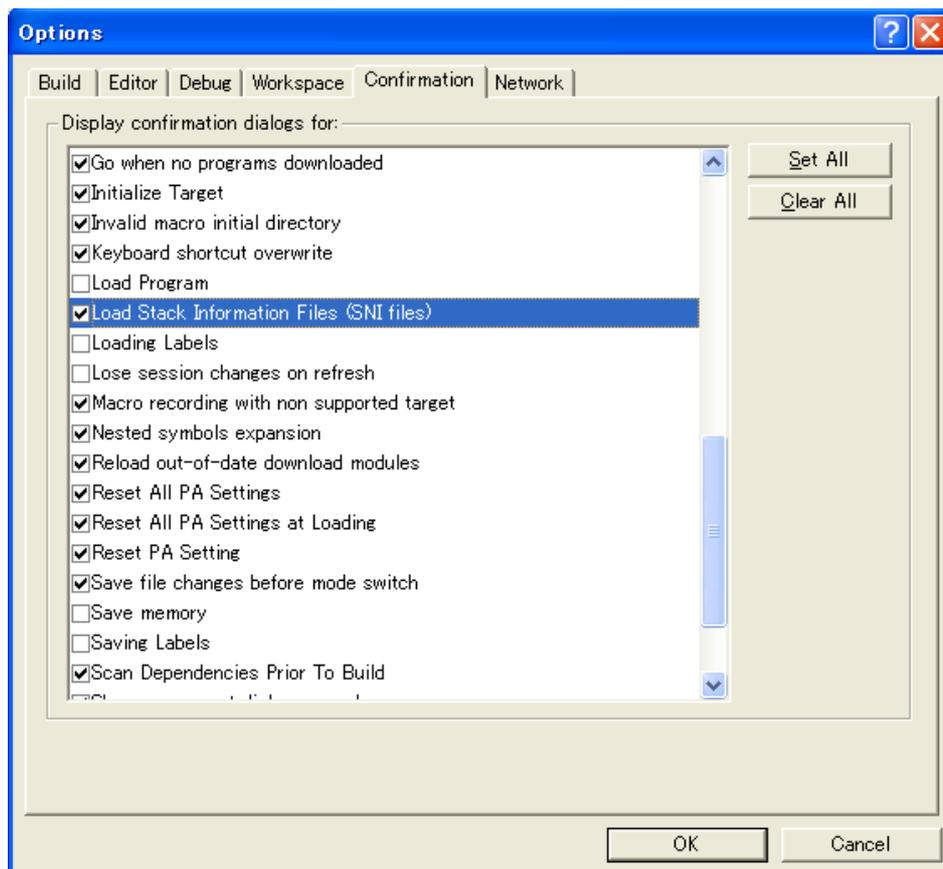

图 5.42 [Options] 对话框
- 当通过 [Options] 对话框（当选择主菜单的 [Setup -> Options...] 时打开）的 [Confirmation]（确认）选项卡（图 5.42）选定 [Load Stack Information Files (SNI files)]（装入堆栈信息文件（SNI 文件））复选框时